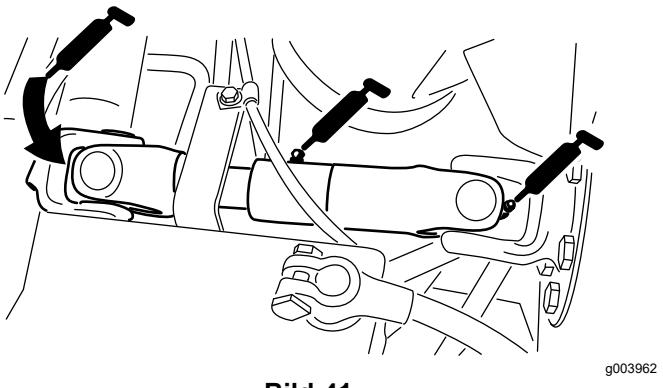

Bild 41
- U-Gelenk der Pumpenantriebswelle (3) — Bild 41